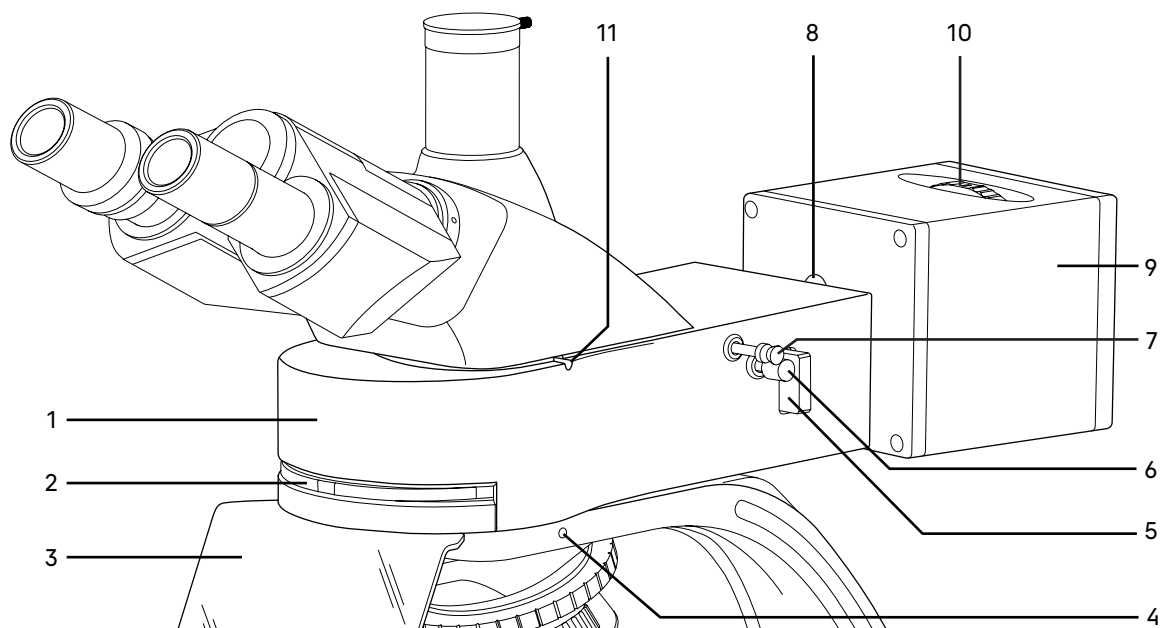

Рис. 4. Люминесцентная насадка
Общий вид люминесцентной насадки представлен на рис. 4.
Корпус люминесцентной насадки 1 (рис. 4) устанавливается в отверстие верхнего фланца штатива и закрепляется винтом 4 (рис. 4).
На корпусе 1 (рис. 4) насадки находится соединительный переходник, посредством которого корпус соединяется с блоком светодиодов. Защитный экран 3 (рис. 4) крепится к корпусу двумя винтами.
Металлическая пластина светового барьера 5 (рис. 4) установлена в паз корпуса насадки. Пластина имеет 3 положения:
В корпусе насадки находится поворотная турель с четырьмя люминесцентными фильтрами. Перемещение турели в корпусе насадки обеспечивается поворотом кольца 2 (рис. 4). Фиксированное положение рукоятки под символом означает включение в ход лучей соответствующего блока.
Кольцо перемещения турели может быть зафиксировано в одном из пяти положений, соответствующем одному из четырех типов фильтров, смонтированных на турели: синий (В), зеленый (G), фиолетовый (V) и ультра-фиолетовый (UV) или нейтральное положение (O). Маркировка каждого фильтра соответствует цвету лучей возбуждения и нанесена на кольцо 2 (рис. 4) в виде символа.
В блоке 9 (рис. 4) располагаются источники света возбуждения – светодиоды. Микроскоп укомплектован светодиодами четырех волновых диапазонов свечения: синий (В), зеленый (G), фиолетовый (V) и ультра-фиолетовый (UV). Светодиоды установлены в поворотной турели внутри блока. Смена светодиодов осуществляется поворотом кольца 10 (рис. 4). Наименования светодиодов нанесены на лицевой стороне кольца.
Блок крепится на корпус 1 (рис. 4) люминесцентной насадки винтом под ключ шестигранник 8 (рис. 4). В кожухе блока расположен коллектор, который проецирует изображение источника света в выходной зрачок объектива микроскопа.
Установите кольцо перемещения турели люминесцентных блоков 2 (рис. 4) в положение «0».
Установите пластину 5 (рис. 4) в положение «заглушка».